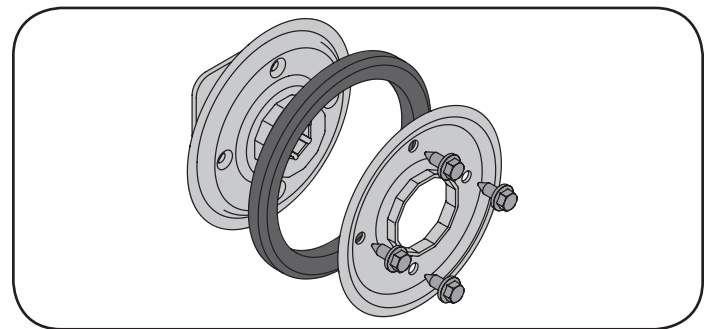

Figura 75
1. Saque los cuatro tornillos que mantienen unidas las placas laterales de la rueda de fricción. Vea la Figura 75.